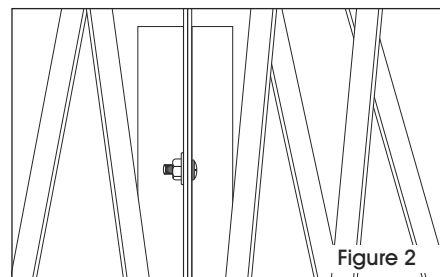

Figure 2
2. Boulonnez ensemble les panneaux intérieurs et extérieurs, en haut, au milieu et en bas, à l'aide des boulons de carrosserie, les rondelles standards et les petits écrous. Répétez l'étape pour les panneaux de barrière restants. (Voir Figure 2)